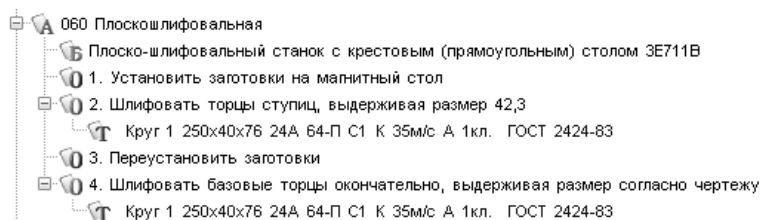

Рис. 7.3.
19. Добавьте в операцию *060 Плоскошлифовальная* вспомогательные переходы, связанные с переустановкой деталей в процессе обработки, а также основные переходы и инструмент согласно образцу на (рис. 7.3).